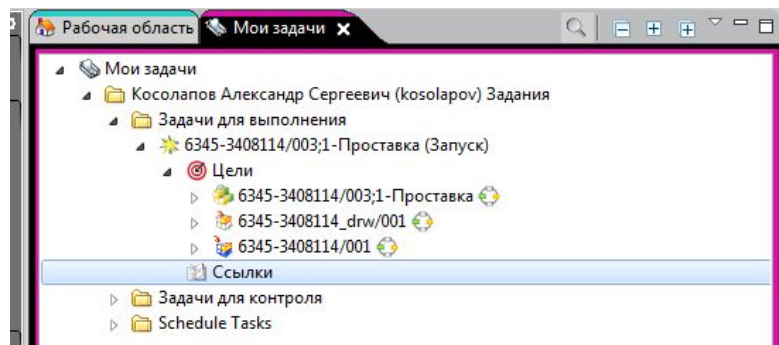

Рис. 44
6. Во вкладке **Мои задачи** - **Задачи для выполнения** отображаются текущие задачи. (рис.44).